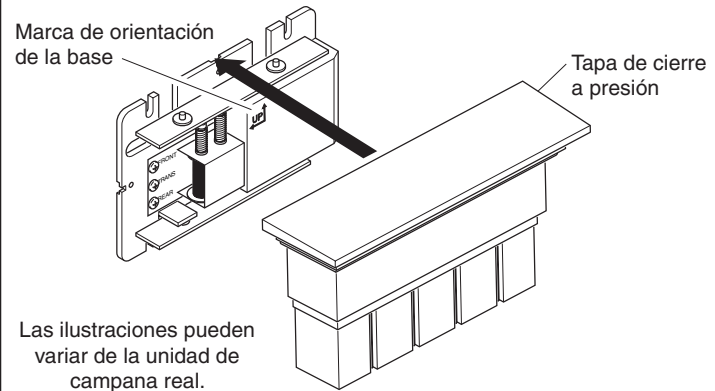

Figura 4 - Montaje de la tapa a presión
- **Para tapas de cierre a presión:** Aplique presión a la tapa hasta que cierre a presión en su sitio (vea la Figura 4). Agarre con firmeza la tapa y hálala para retirarla de la base.